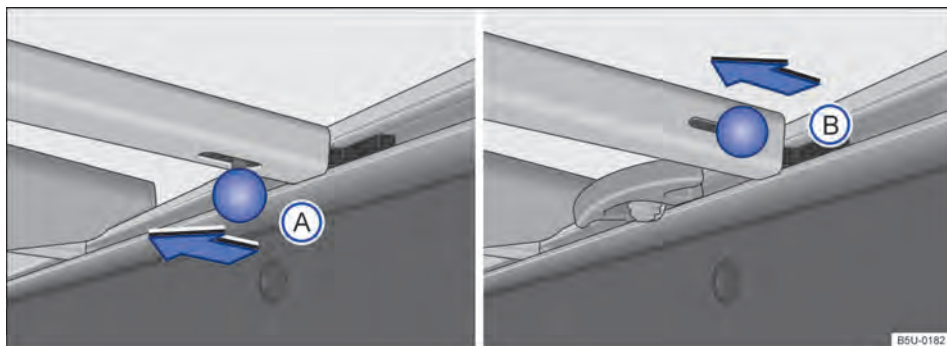
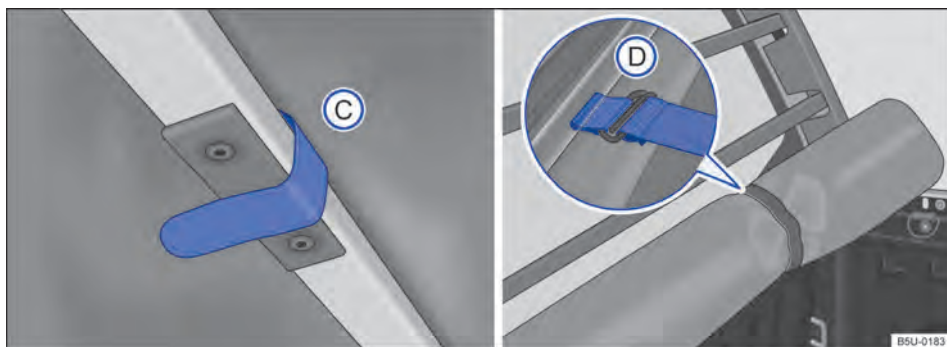

Fig. 52 Travessas no compartimento de carga: (A) veículos com suportes de amarração fixos, (B) veículos com suportes de amarração deslizantes.
Fig. 53 No compartimento de carga: tira de fixação e capota marítima corretamente recolhida.
- Para remover de tipo (A) ou (B), deslocar o pino de travamento no sentido da seta → Fig. 52. Para remover a travessa que está próxima ao vidro traseiro, é necessário soltar as tiras de fixação da capota → Fig. 53 (C).
- Após o recolhimento total da capota, prenda-a com as cintas de fixação (D).
- Para remover a travessa que está próxima ao vidro traseiro, é necessário soltar as tiras de fixação da capota → Fig. 53 , e fazer o mesmo procedimento anterior para remover a travessa (quando disponível mais de uma travessa).
- Após o recolhimento total da capota, prenda-a com as cintas de fixação → Fig. 53 .